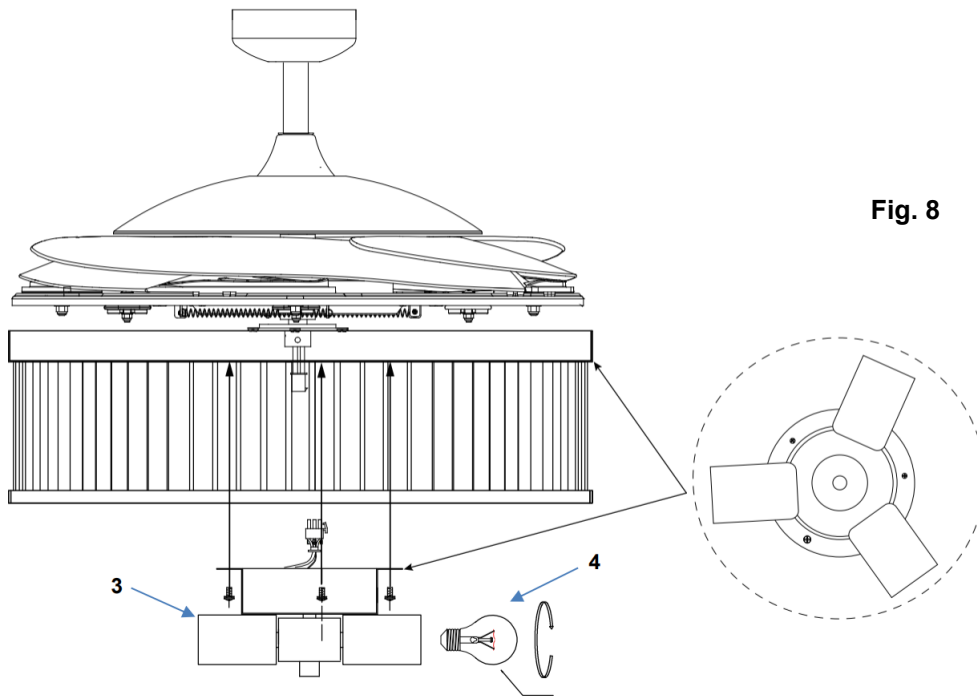

Fig. 8
4. Conecte el conector rápido a la pieza del soporte de la lámpara (3). (Fig. 8)
5. Fije la pieza del soporte de la lámpara (3) a la pantalla de la lámpara ajustando los 3 tornillos. No los apriete en exceso.
6. Instale los globos (4) en los soportes de la lámpara. No exceda la potencia máxima nominal.